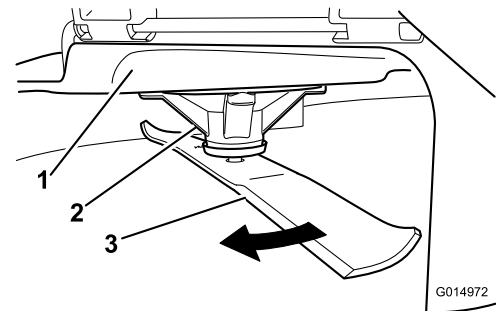

Bild 64
2. Tragen Sie dicke Handschuhe oder andere angemessene Handschuhe und drehen Sie das Messer langsam in eine Stellung, in der das Messen des Abstands zwischen der Schnittkante und der ebenen Fläche der Maschine möglich ist (**Bild 64**).